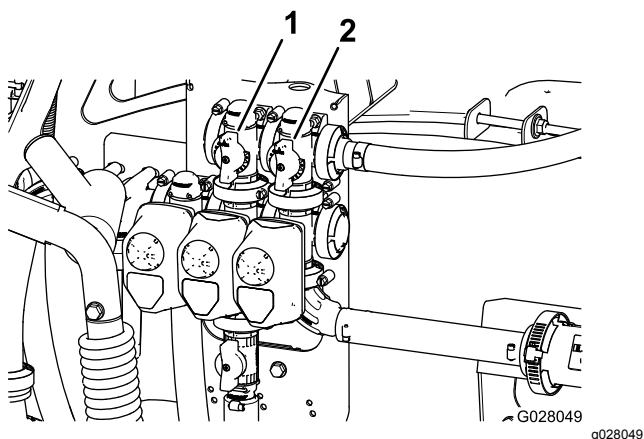

Рисунок 20
11. Отрегулируйте перепускной клапан перемешивания (**Рисунок 20**) на задней стороне клапана перемешивания таким образом, чтобы показание давления по манометру составило 6,9 бара.
9. С помощью ручки главного перепуска секций отрегулируйте интенсивность перемешивания в баке (**Рисунок 20**).